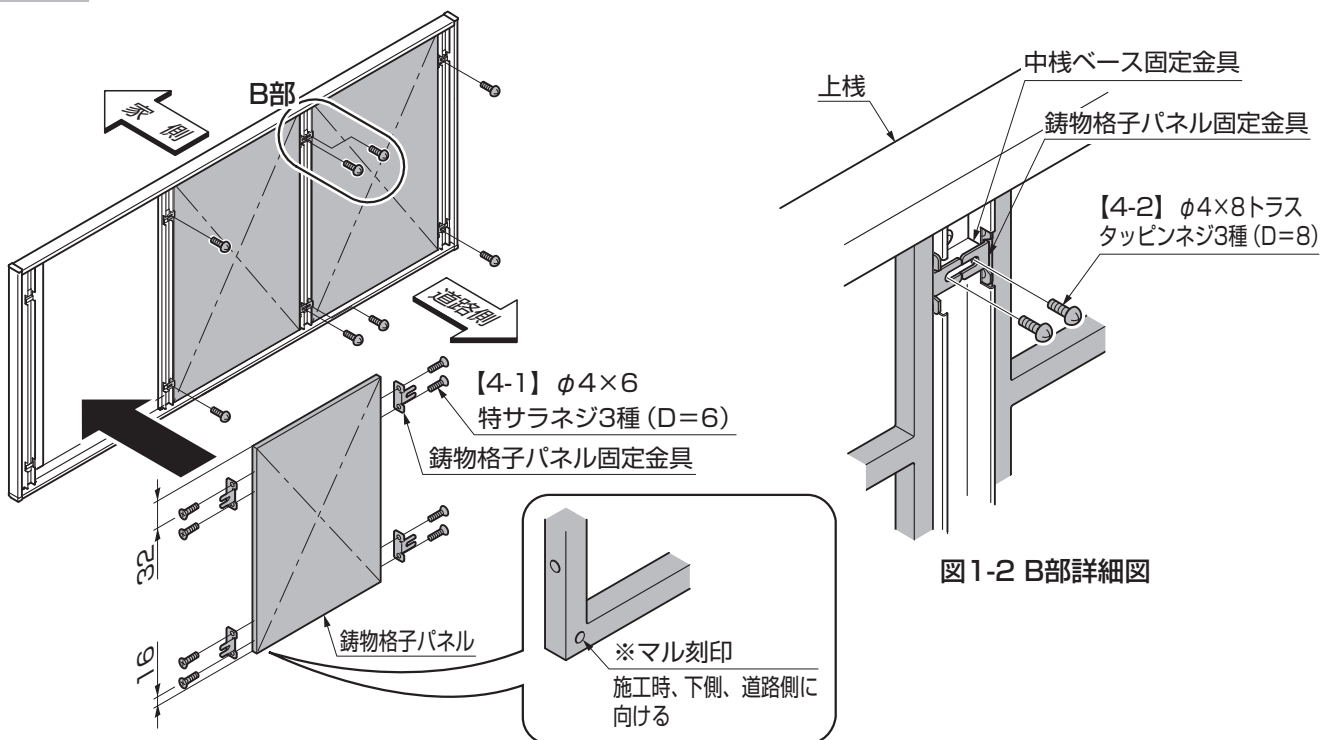

図1-2 B部詳細図
- ①鋳物格子パネル固定金具を鋳物格子パネルの四隅に【4-1】で取付けてください。
- ②鋳物格子パネル固定金具を中棧ベース固定金具に【4-2】で取付けてください。(図1-2参照)